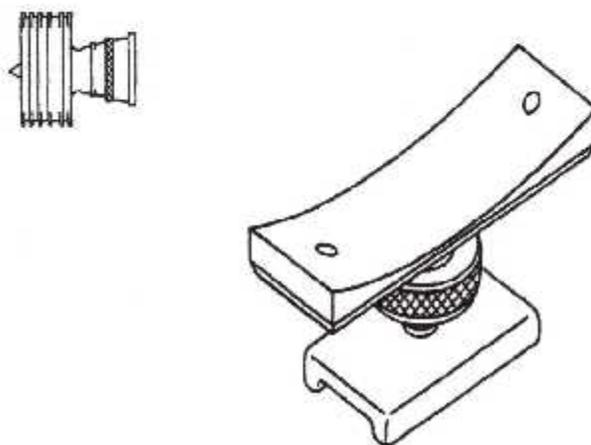
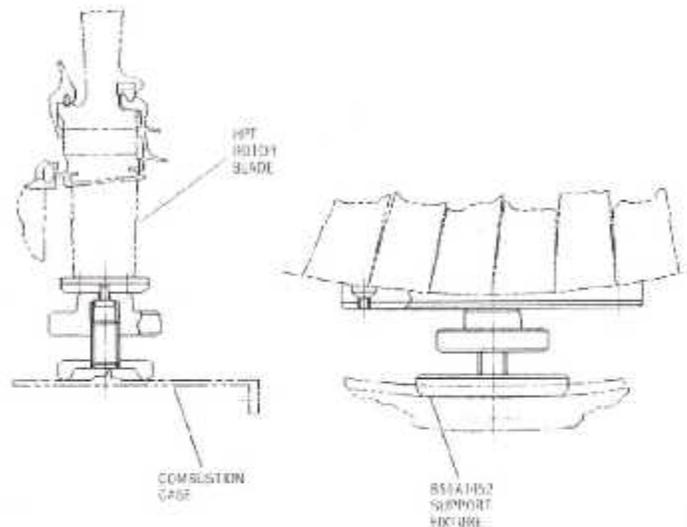

Fig. III. 93 : Support, 856A1452G02.
Fig. III. 94 : Séparation du carter HPT/1 étage LPT du support, 856A1452G02.
- e. On sépare l'ensemble du carter HPT/premier étage stator LPT de **support fixture, 856A1452G02**, (fig. III. 93 et fig. III. 94). comme suit
- On installe le **support, 856A1452G02**, à la position 5:00 et 7:00 heures entre le carter de la chambre de combustion et le rotor. (voir. Fig. III. 94).